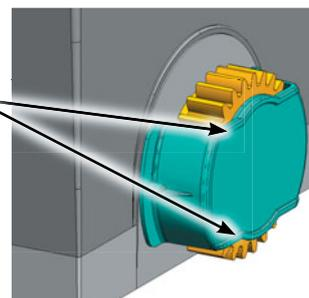

Fig. 10
3. Ajuste la altura del motorreductor y la distancia de la cancela siguiendo la referencia de los valores que se indican en la Fig. 10.